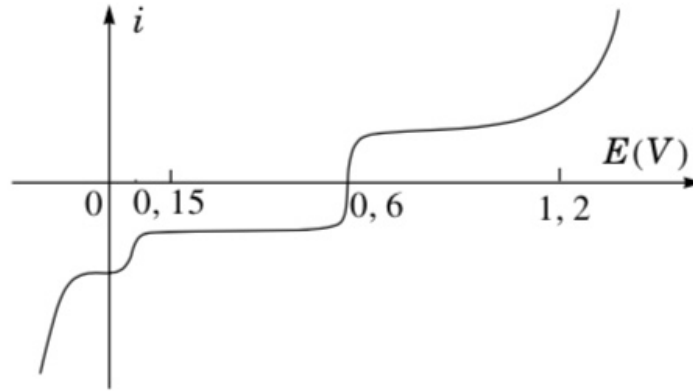

FIGURE 6: Courbes courant - potentiel
On relève ainsi la courbe intensité - potentiel d'une électrode de platine plongeant dans une solution aqueuse acidifiée ($\text{pH} = 0$) contenant comme espèces électroactives des ions hydrogène H^+ (aq), des ions iodure I^- (aq), des ions triiodure I_3^- et des ions étain (IV) notés Sn^{4+} , en concentrations molaires comparables. L'allure de cette courbe est tracée figure 6.